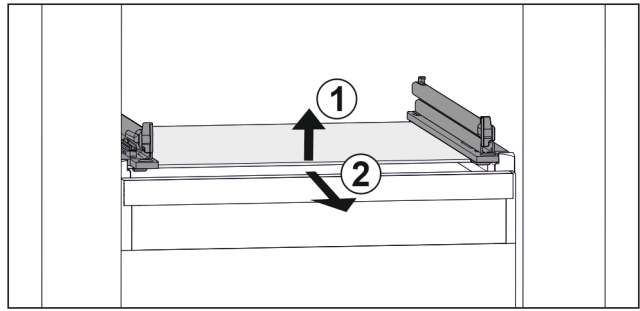

Fig. 72 Примерно изображение на стъклената плоча
- ▶ Повдигнете стъклената плоча отпред. Fig. 72 (1)
- ▶ Извадете стъклената плоча напред. Fig. 72 (2)